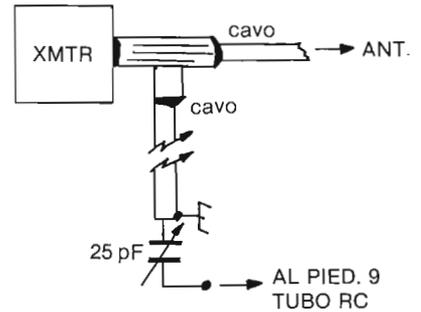

Fig. 6 - Una delle funzioni più importanti per l'OM, è la verifica della emissione. Per questo scopo si mette al connettore d'uscita dello XMTR un «T».
Fig. 7 - Dopo aver aggiustato l'ampiezza del segnale con la capacità variabile di fig. 6; la modulazione con «due note» deve dare questa immagine (A). Un controllo con l'analizzatore, se la forma sinusoidale è corretta, darebbe la figura (B).